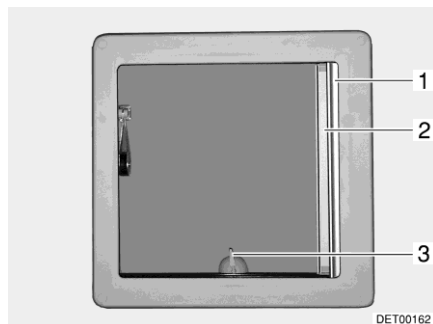
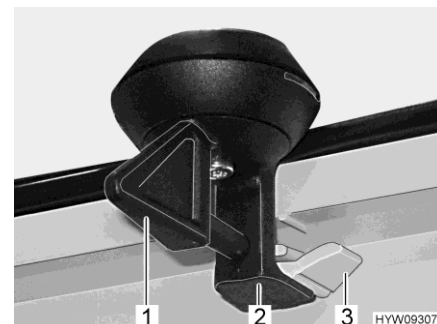

Fig. 80 Lanterneau basculant
Fig. 81 Verrouillage (lanterneau basculant)
- Tourner le levier (Fig. 80,3 ou Fig. 81,1) d'un quart de tour.
- Tourner le levier d'un quart de tour. Le dispositif de verrouillage (Fig. 81,2) doit pénétrer dans le cran d'arrêt inférieur (Fig. 81,3).
- Retirer le dispositif occultant plissé (Fig. 80,1) et le relâcher lorsqu'il a atteint la position voulue. Le dispositif occultant plissé reste alors à cette position.
- Tirer la moustiquaire (Fig. 80,2) jusqu'à ce que le dispositif de verrouillage s'enclenche dans la partie opposée.